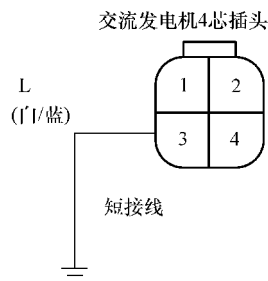

图 3-21 短接交流发电机 3 号端子
- 15) 将点火开关旋至锁定 (LOCK) (0) 位置。
- 17) 如图 3-21 所示, 用一根短接线连接交流发电机 4 芯插头 3 号端子与车身搭铁。